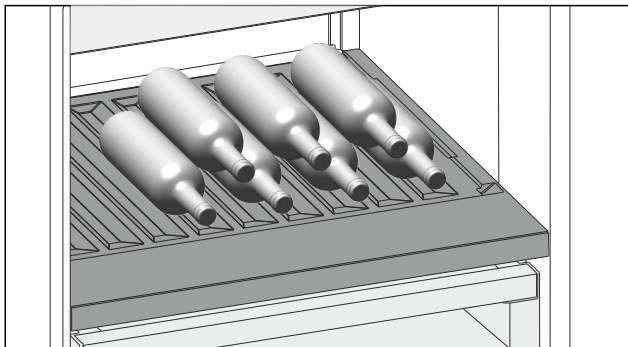

Fig. 98
- ▶ Stavite boce s dnom prema stražnjoj stijenci hladnjaka. (pogledajte Fig. 98)